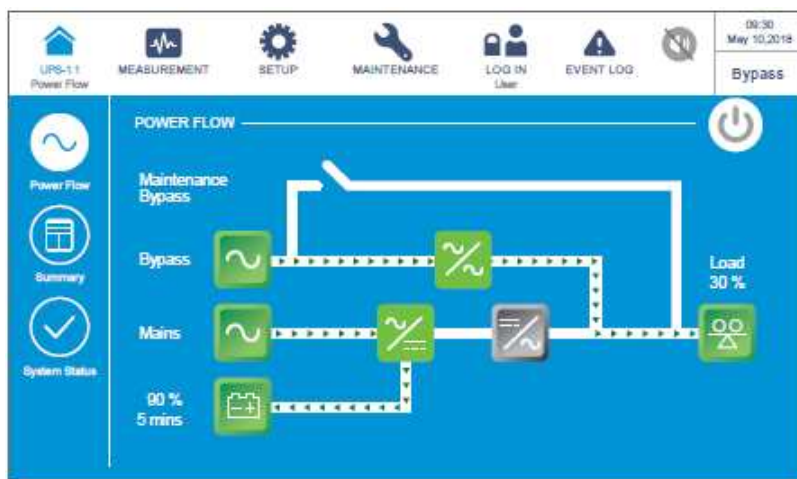

Рисунок 6-47: Экран байпасного режима
- 3 После выбора **YES** (ДА) ИБП отключит инвертор, прекратит подачу питания с силовых модулей и будет осуществлять подачу питания с байпасного источника переменного тока. Если байпасный источник переменного тока работает ненормально, то существует риск прерывания подачи питания, при этом подключенные важные нагрузки не будут защищены. В этот момент силовые модули продолжают заряжать батареи, трехцветный светодиодный индикатор горит желтым и появляется следующий экран (**Рисунок 6-47**). Расположение трехцветного светодиодного индикатора см. на **Рисунке 2-12**.